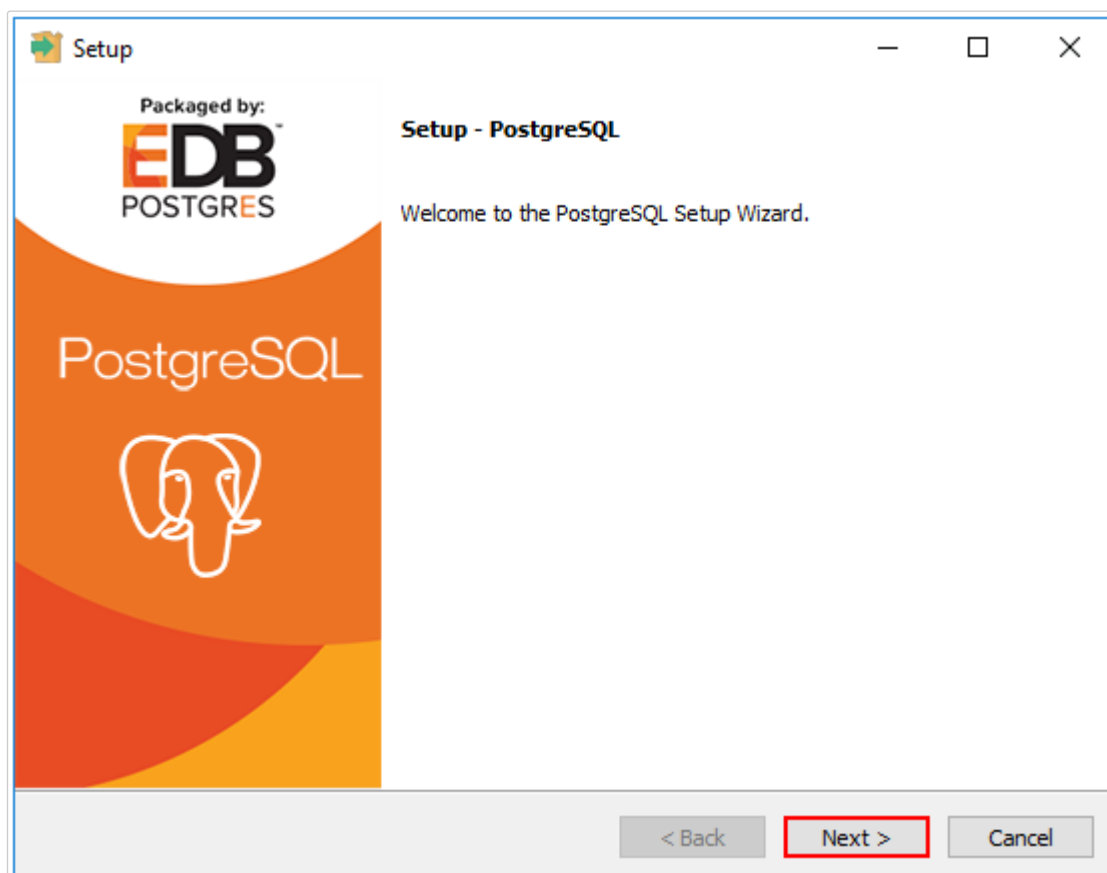

Рисунок 1. Начальное окно установки СУБД PostgreSQL
- 1) Для установки СУБД PostgreSQL необходимо запустить файл *postgresql-9.6.15-windows-x64.exe* и в открывшемся окне мастера установки нажать на кнопку *Next* (см. рисунок 1).